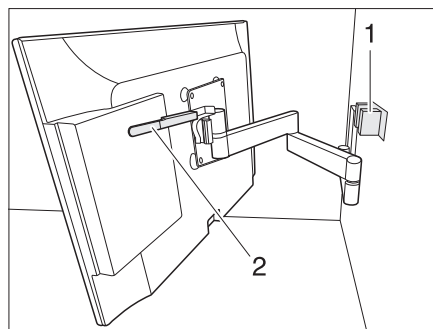

Bild 59 Halterung mit Gelenkarm
- Hebel (Bild 59,2) nach unten drücken um Flachbildschirm aus Arretierung (Bild 59,1) zu lösen. Hebel loslassen.